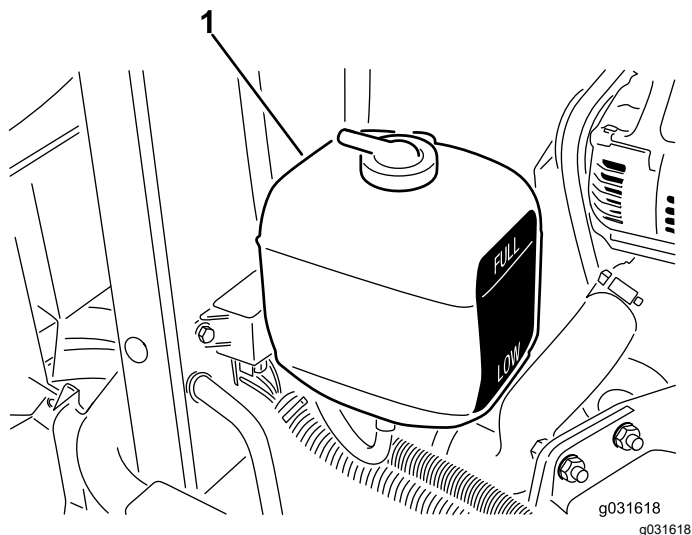

Figura 59
1. Verificați nivelul lichidului de răcire din rezervorul de expansiune (Figura 59).